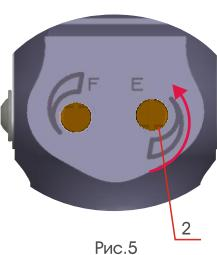

Рис.5
- ① - дефект настройки - резкий выброс голени в конце фазы переноса (фото 4);
② - положение голени при правильной настройке.
- затруднить разгибание голени, поворачивая регулировочный дроссель 2 против часовой стрелки (рис.5).